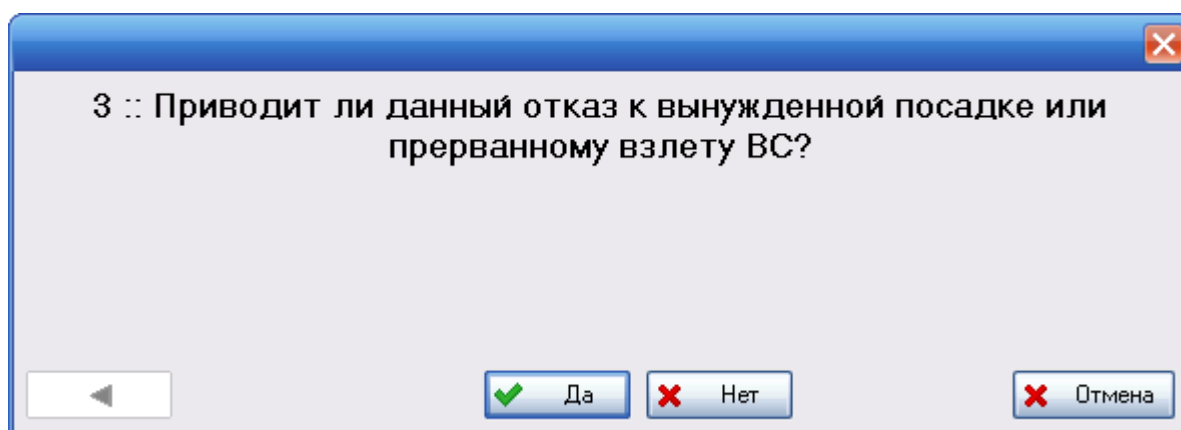

Рис. 3-40
- В остальных случаях появится диалоговое окно, внешний вид которого представлен на рис. 3-40.
Если окно, представленное на рис. 3-40, не содержит вопросов, необходимо догрузить классификаторы.